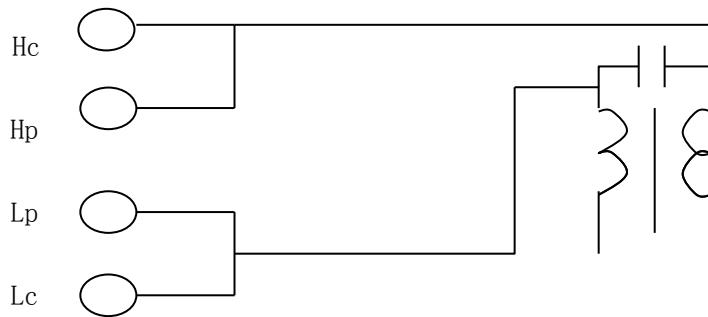

图 5-10 初、次级电容量测量
- **初、次级间电容量测量:** 按图 5-10 所示连接, 测量参数用 C_P-R_P , 可测量初、次级电容量。